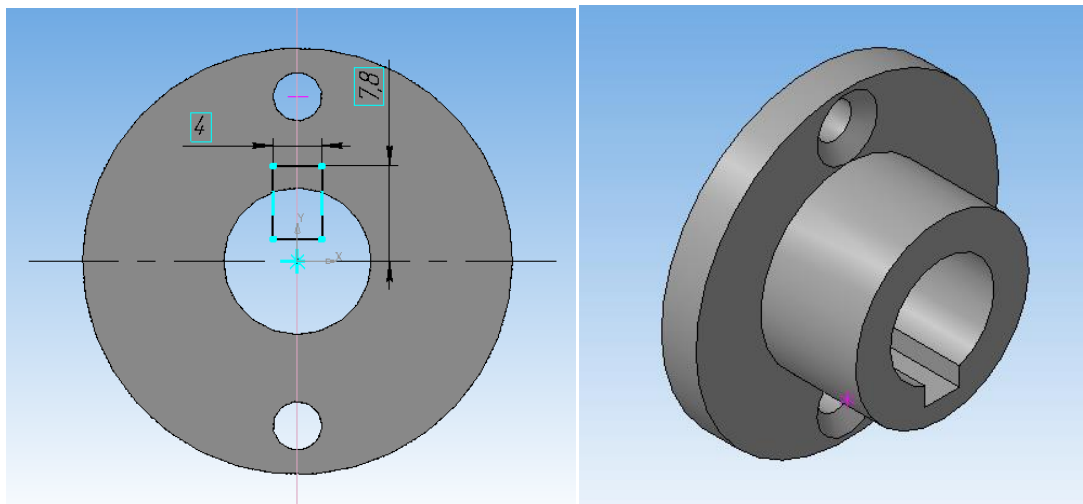

Рисунок 103.
2. Моделирование поводка (рисунок 103).
7. Выйдя из эскиза, вырежьте выдавливанием с опцией – «Через все». Получим модель шпоночного паз (рисунок 103).